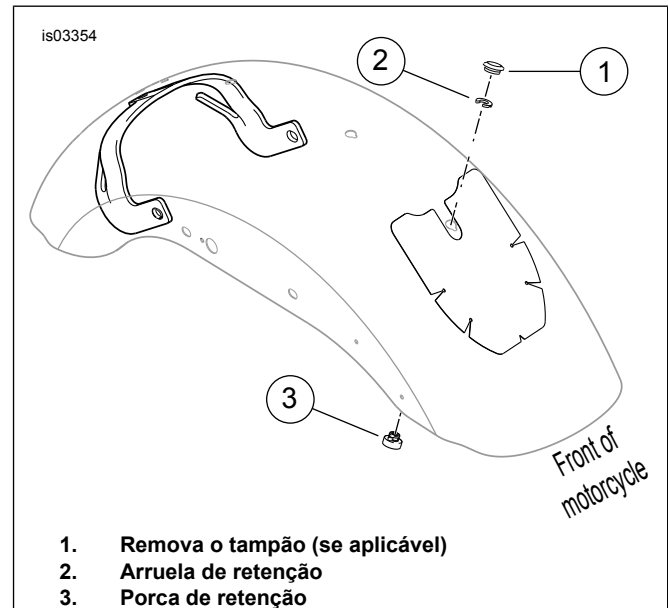

Figura 1. Colocação da porca de retenção e da arruela do assento
1. Se o assento original era do tipo duplo, remova o tampão plástico do furo de montagem do assento dianteiro (veja Figura 1).